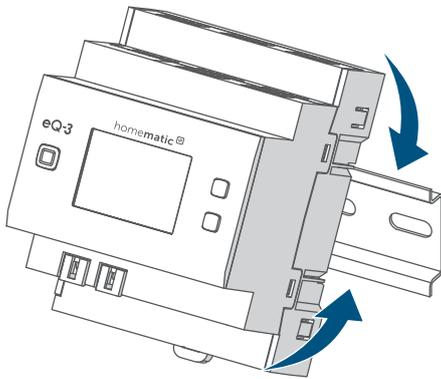

Abbildung 8
- Halten Sie die Systemtaste für 4 s gedrückt *Abb. 8*.